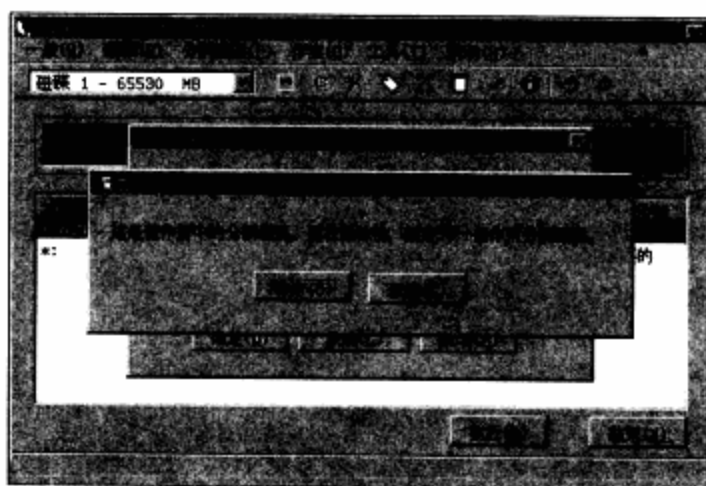

图4-97 开始删除分区
**步骤 09** 则正在对系统分区进行删除，所以有一个提示。单击“确定”按钮。如图4-97所示。